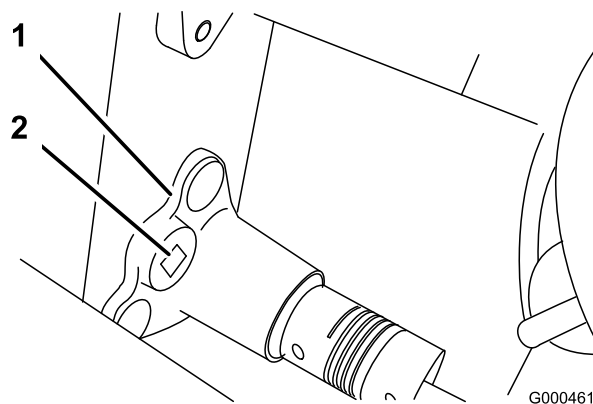

Figura 37
- B. Usando una llave dinamométrica de 3/8 pulgada, gire el alojamiento del cojinete con una fuerza de 4–4,5 Nm para ajustar la tensión de la correa (Figura 37)